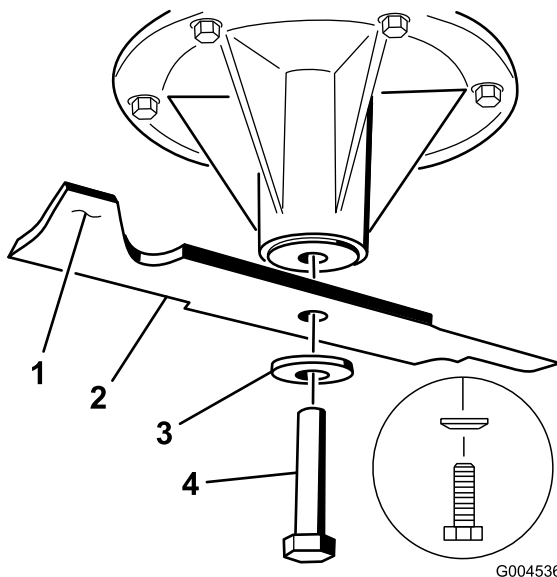

Bild 86
2. Entfernen Sie die Messerschraube, Federscheibe und das Messer von der Spindelwelle (Bild 86).
(Bild 86). Wiederholen Sie diesen Vorgang, bis das Messer ausgewuchtet ist.
1. Setzen Sie das Messer auf die Spindelwelle (Bild 86).
2. Setzen Sie die Wellenscheibe und die Messerschraube ein. Der Konus der Wellenscheibe muss in Richtung Schraubenkopf zeigen (Bild 86). Ziehen Sie die Messerschraube mit 115-150 Nm an.